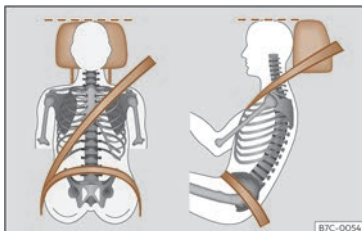

Abb. 13 Richtiger Gurtbandverlauf und richtige Kopfstützeinstellung.
- Kopfstütze so einstellen, dass die Oberkante der Kopfstütze sich so weit wie möglich auf Höhe des Oberkopfes und so nahe wie möglich in Augenhöhe befindet¹⁾ >>> S. 99. Den Hinterkopf so nah wie möglich an der Kopfstütze positionieren >>> (Abb. 13).
der Abstand zur Instrumententafel im Kniebereich mindestens 10 cm (4 Zoll) beträgt >>> (Abb. 13).